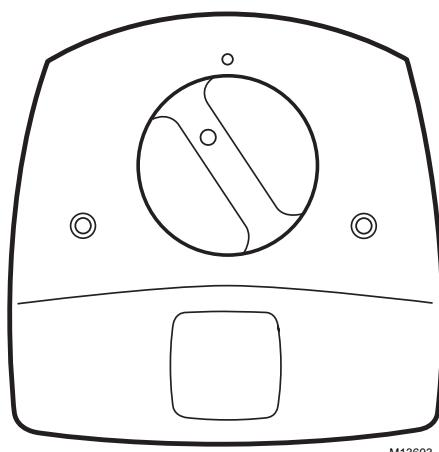

Fig. 8. Inserte la bombilla en la unidad de base.
11. Inserte la bombilla en la unidad de base con el indicador de luz de la lámpara en la posición de las '11 en punto' (a la izquierda del botón levantado en la cubierta de la unidad). Vea la Fig. 8.